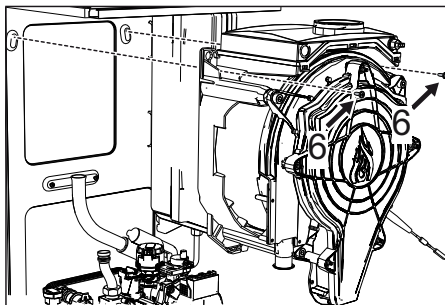

fig. 51
- Extraiga los dos tornillos **superiores** "6" que fijan el intercambiador al bastidor (fig. 51)